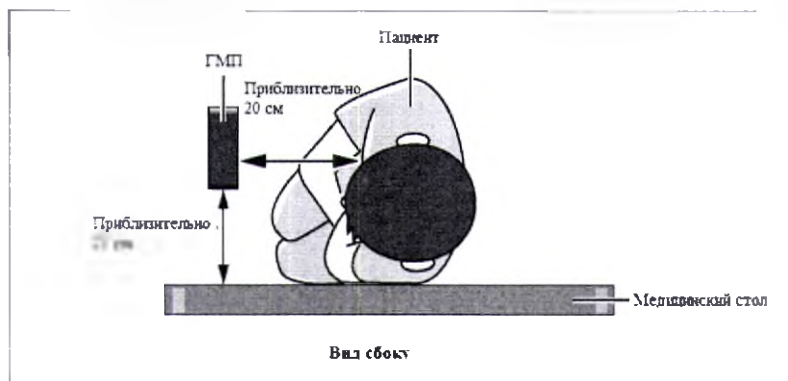

Рисунок 4.5
- При установке ГМП соблюдайте указанное ниже расстояние между пациентом и медицинским столом (см. рисунок 4.5).